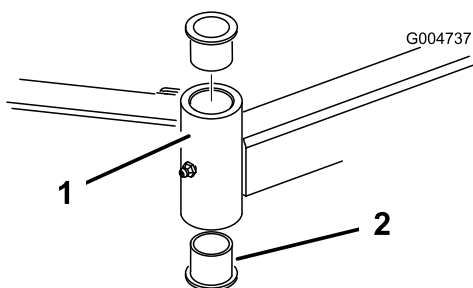

Figura 24
4. Inserite un punteruolo nella parte superiore o inferiore del tubo di fissaggio, e spingete la boccola fuori del tubo (Figura 24). Estraete dal tubo anche l'altra boccola. Pulite l'interno dei tubi di fissaggio.